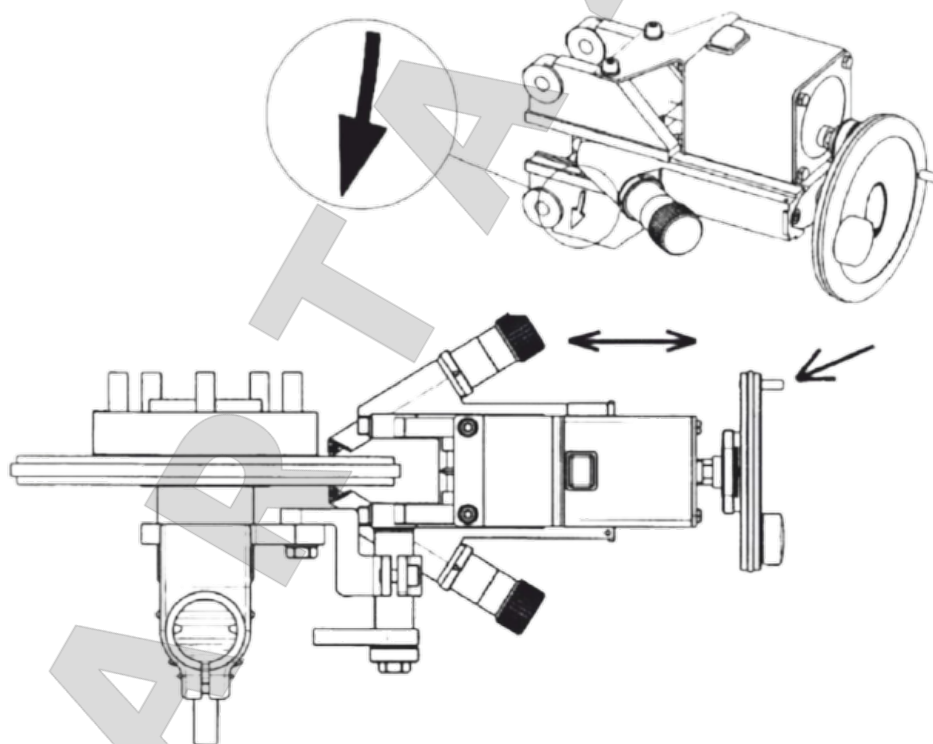

Рисунок 31
**7.8.9** Аккуратно двигайте направляющие по направлению к ступице тормозного диска (рис. 31)
**7.8.14** Запустите автоподачу, заблокировав регулятор и, нажав выключатель (см. рис. 31, 32).